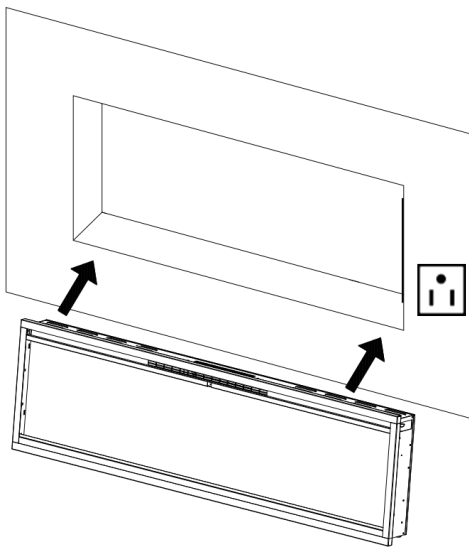

Fig. 2-1
2. Til de haard op van twee volwassenen, plaats hem in het schaalframe en bevestig hem met twee houtschroeven (B) door de gaten (Afb. 2-1 en 2-2).